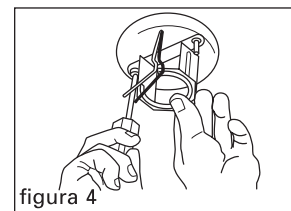

figura 4
4. Después que el techo esté completo, quite el Saf-T-Cap® y tuercas de seguridad. Usando las tuercas de seguridad, monte la abrazadera de lámpara, ventilador ó adorno a la caja del ventilador y complete el cableado de acuerdo a las instrucciones del ventilador o adorno (figura 4).